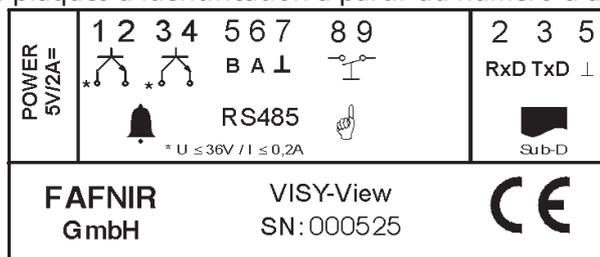

Fig. 3 : Plaques d'identification – VISY-View
3. Raccordez VISY-View par l'interface RS485 (raccords B, A, cf. plaques d'identification fig. 3) au système d'exploitation VISY-Command.
**Pour ce faire, servez-vous des raccords 4 (A) et 5 (B) du système d'exploitation VISY-Command, si l'écran VISY-View est raccordé à l'interface de l'unité centrale. Si VISY-View est raccordé à l'interface d'extension, vous devez utiliser les raccords 7 (A) et 8 (B) du système VISY-Command.**